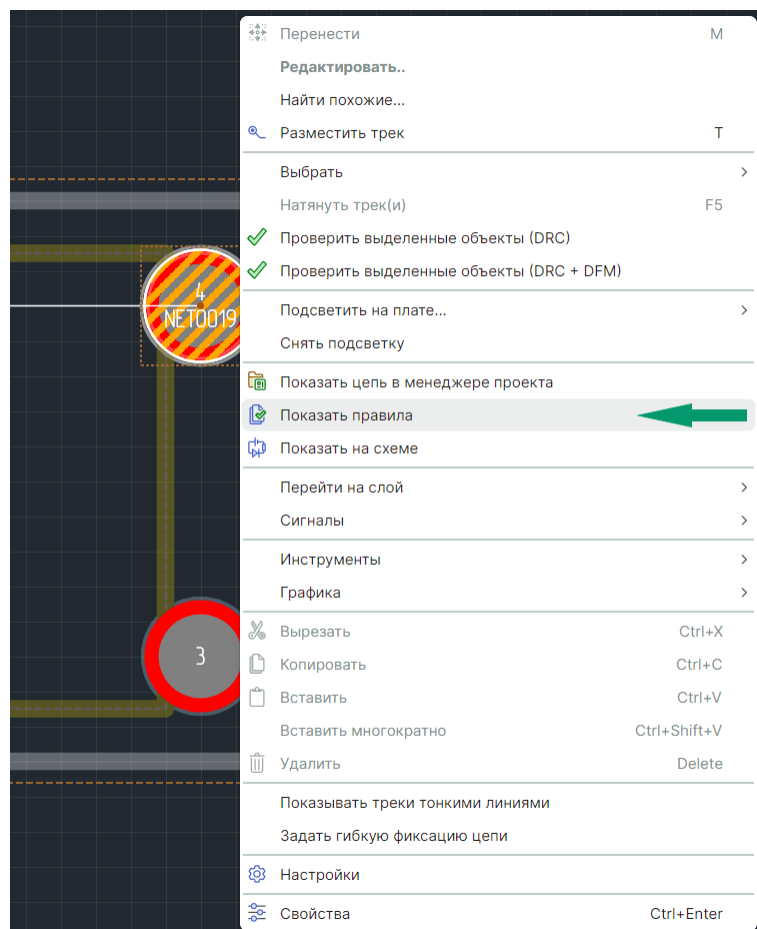

Рис. 222 Вызов редактора правил для цепи
2. Вызовите контекстное меню и воспользуйтесь пунктом «Показать правила», см. Рис. 222.